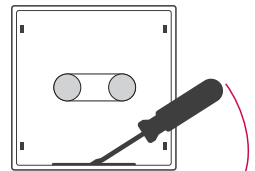

Рис. 4 - Разделение тыльной и лицевой панелей пульта
- 3) С помощью плоской отвертки либо другого плоского предмета расщелкните корпус пульта, как изображено на рис. 4.